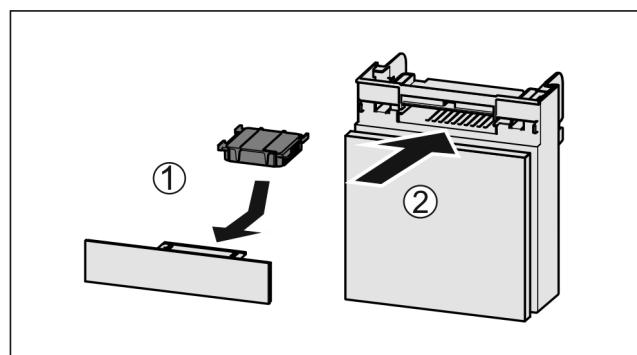

Fig. 66
- Установите фильтр с активированным углем, как показано на рисунке Fig. 66 (1).
► Вставьте отделение Fig. 66 (2).